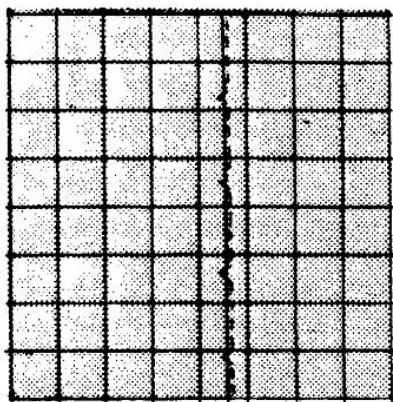

Рис. 342
3. Уменьшите натяжение верхней нити и увеличьте длину стежков. Установите машину в режим для подрубки. Используя лапку для строчки «зигзаг» или потайных подшивочных стежков, прострочите вдоль сгиба — каждый пятый стежок получится зигзагообразным и прикрепит сгиб ткани (рис. 342).